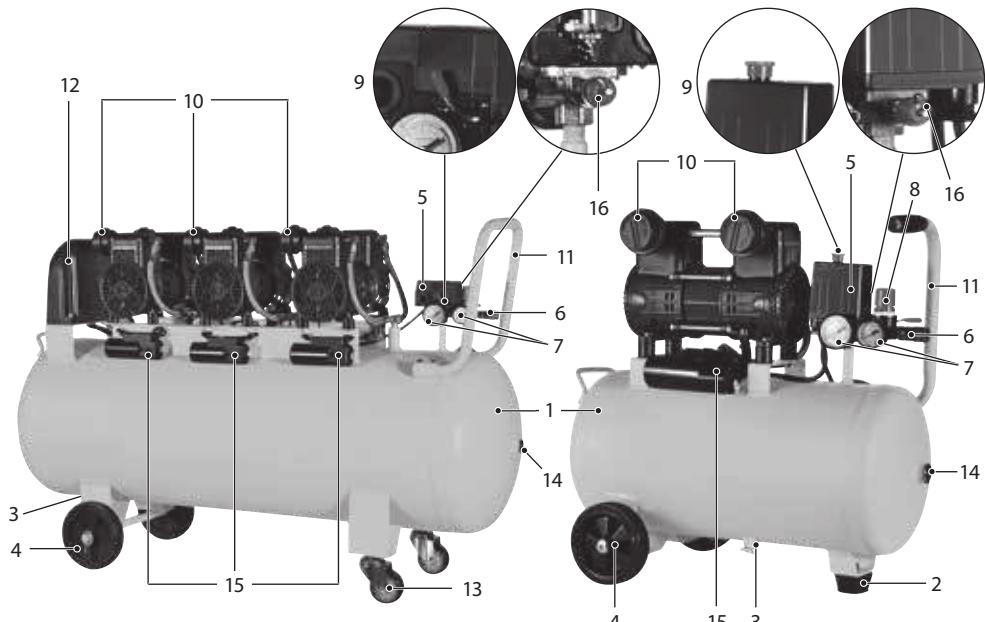

рис. 1
При необходимости подключения пневмоподачи или дополнительного ресивера – удалите заглушку ревизионного окна (14, рис. 1) и осуществите резьбовое соединение (кроме арт. 58141).
Компрессор снабжен защитой от перегрева обмоток мотора, установленной внутри корпуса мотора и необслуживаемой. При превышении критического значения температуры устройство защиты отключает мотор компрессора. Через какое-то время после остывания мотор компрессора можно включить переключателем «ВКЛ/Выкл» (9, рис. 1).
Защита от перегрузки по току отключает мотор при превышении критического значения силы тока, текущего через обмотки мотора. Через непродолжительное время необходимо нажать на кнопку токовой защиты (15, рис. 1) и запустить мотор переключателем «ВКЛ/Выкл» (9, рис. 1).
- потяните за кольцо предохранительного клапана (16, рис. 1) и снизьте давление до значения менее 1 бар;